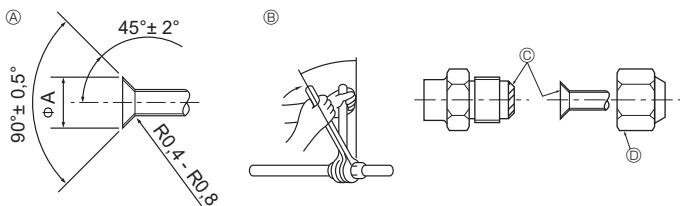

Fig. 4-1
4.2. Forbindelsesrør (Fig. 4-1)
④ Tilspændingsmoment for omløbemøtrik